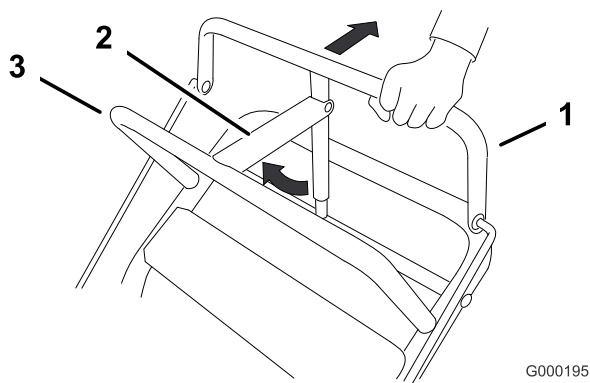

Figure 7
1. Tirez la barre de commande supérieure en arrière (Figure 7) et maintenez-la dans cette position.
2. Soulevez le dispositif de verrouillage du frein de stationnement (Figure 7) et relâchez progressivement la barre de commande supérieure. Le dispositif de verrouillage du frein doit rester bloqué (verrouillé) en position.